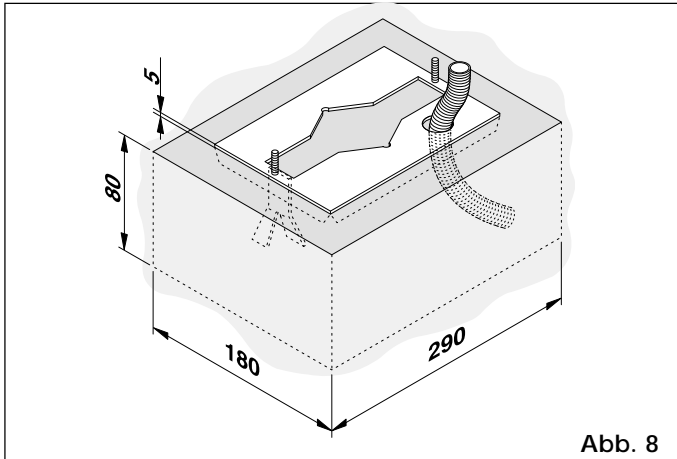

Abb. 8
- 3) Gründungspfahl gem. Abb. 8 herstellen und beim Einmauern der Fundamentplatte ein bzw. mehrere Schutzrohre zum Verlegen der elektrischen Kabel einziehen. Mit einer Wasserwaage die Ebenheit der Fundamentplatte überprüfen. Solang warten, bis der Zement abgebunden hat.